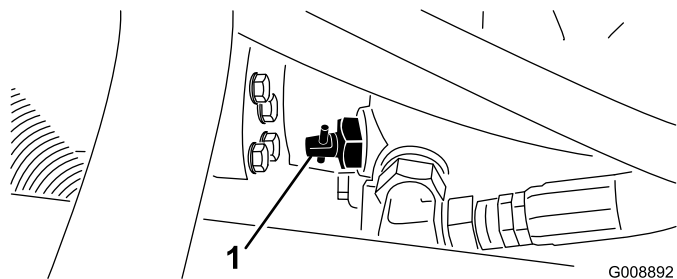

Рисунок 42
1. Найдите перепускной клапан на насосе (Рисунок 42) и поверните его на 90°.